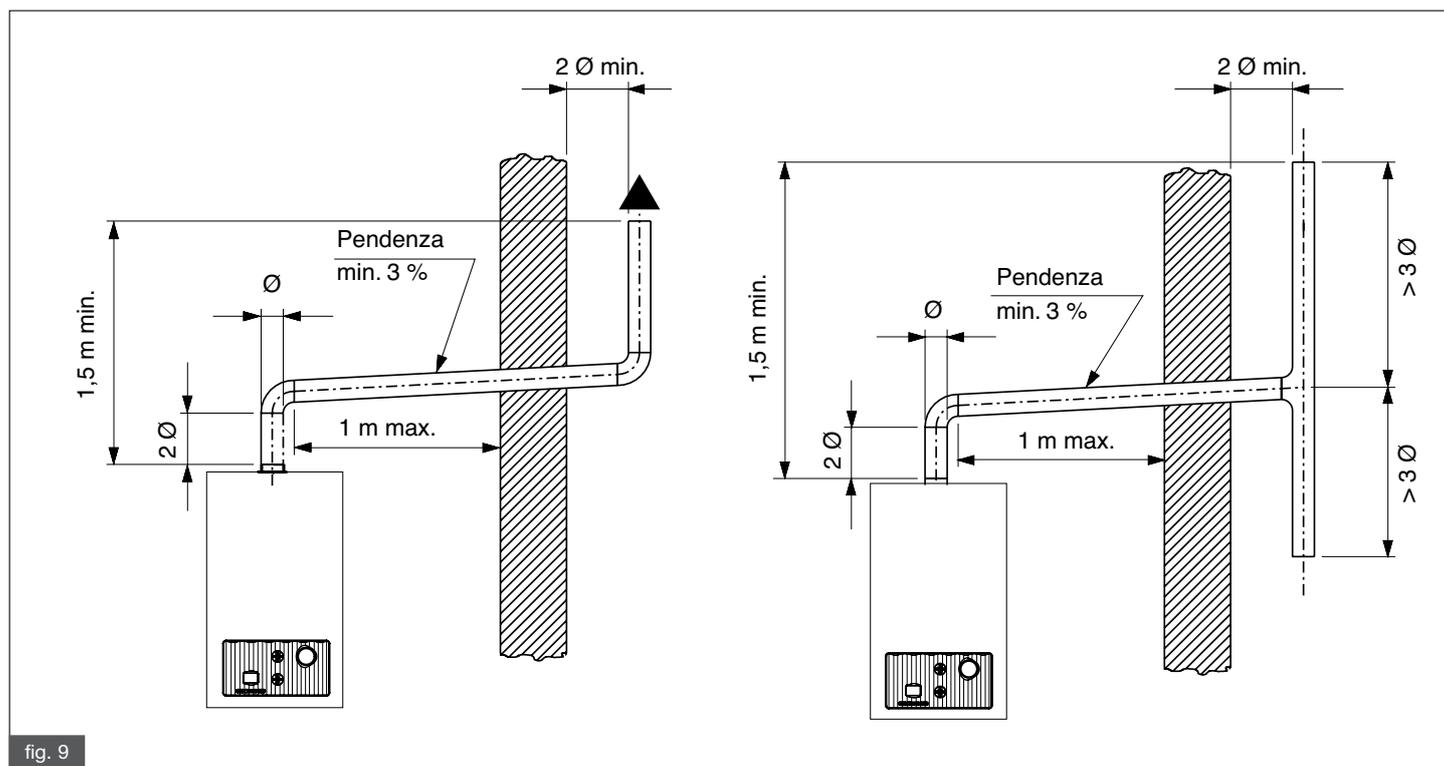

fig. 9
- il terminale di tiraggio deve sovrastare almeno 1,5 metri l'attacco del condotto di scarico sulla caldaia (vedi fig. 9).